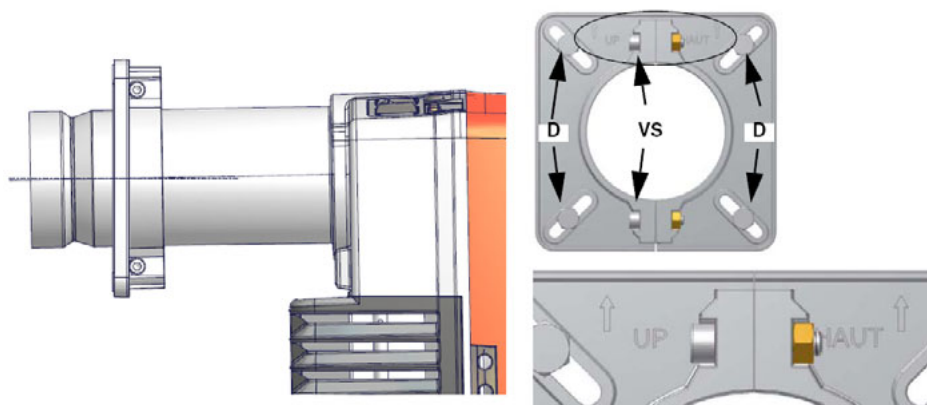

Fig. 2
- 4 in base al riferimento indicato in Fig. 2, fissare la flangia ai prigionieri della caldaia con i dadi D, senza stringerli completamente;